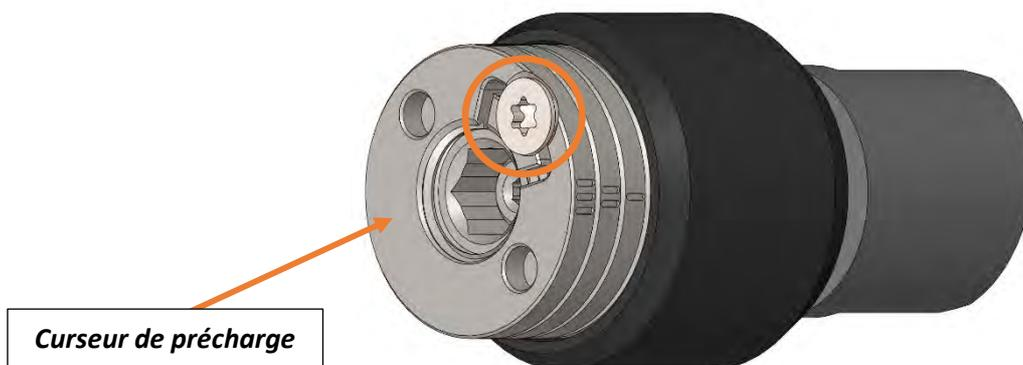

Figure 28
3. Desserrez la vis située sur le dessus du bouton, indiquée par un cercle orange sur la figure 28, à l'aide du tournevis TORX tout en maintenant le curseur verrouillé à l'aide de la clé à compas. **(Ne retirez pas la vis) ;**